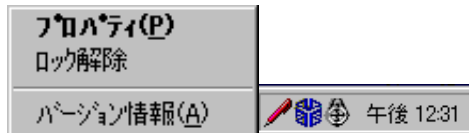

図 1-4 [ColorLock 検出] メニュー
1. タスクバーの [ColorLock 検出] アイコンを右クリックし、図 1-4 の [プロパティ] を左クリックします。